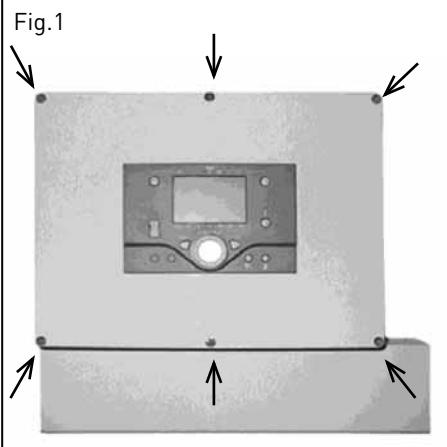

Fig.1
- Desserrer les 6 vis placées sur le corps du régulateur (fig.1)